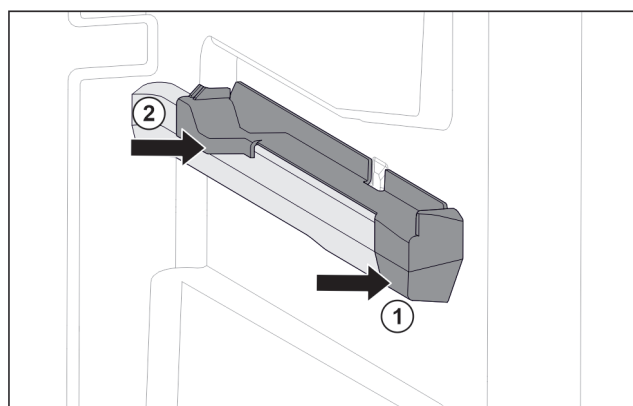

Fig. 221 Aufsteckteil auf der rechten Behälterrippe
- Aufsteckteil vorne an Behälterrippe ansetzen. Fig. 221 (1)
- Aufsteckteil hinten andrücken. Fig. 221 (2)